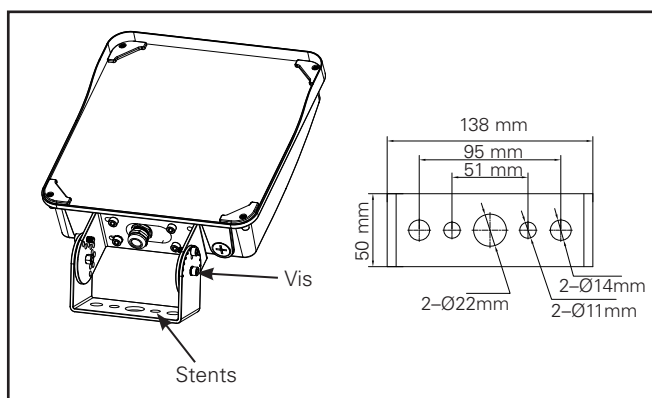

Figure 4
2. Installez le luminaire sur la surface en utilisant le modèle de trou indiqué sur le support du tourillon (figure 4).